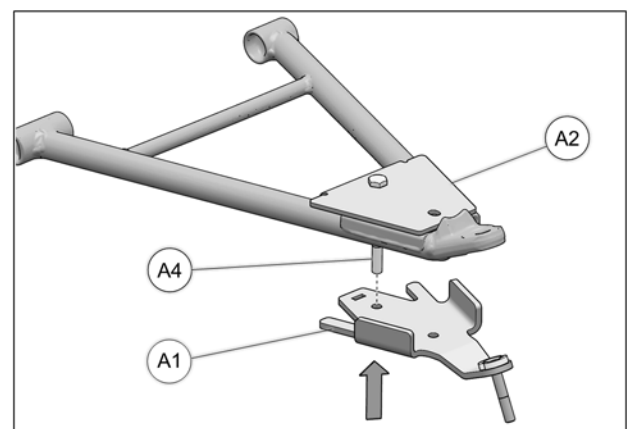

Fig. 15
6. Positionner la partie inférieure de l'ancrage anti-rotation (A1) sous le bras de suspension inférieur. Soulever l'arrière de l'ancrage (A1) et engager sur le boulon (A4) déjà installé dans la partie supérieure (A2). Assurez-vous que le tenon est bien inséré dans la mortaise. Voir Fig. 15